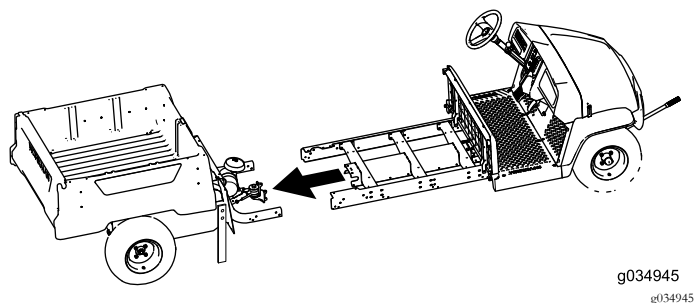

Figure 27
7. Avec l'aide d'une autre personne, rapprochez les sections avant et arrière de la machine l'une de l'autre (Figure 27).